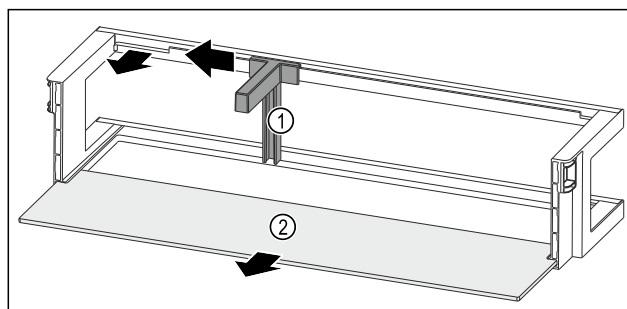

Fig. 133 Рафт на врата с преграда за бутилки и рафт
- Плъзнете преградата за бутилки Fig. 133 (1) настрани до прореза.
- Свадете преградата за бутилки Fig. 133 (1).
► Свалете рафта Fig. 133 (2).